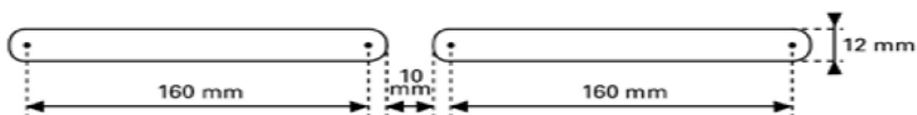

figure 2 : mortaise d'entrée d'air postérieure à 1999
- Si l'installation est postérieure à 1999, les nouvelles entrées d'air ont les mêmes mortaises. Seul le nombre diffère en fonction du dimensionnement (figure 2).